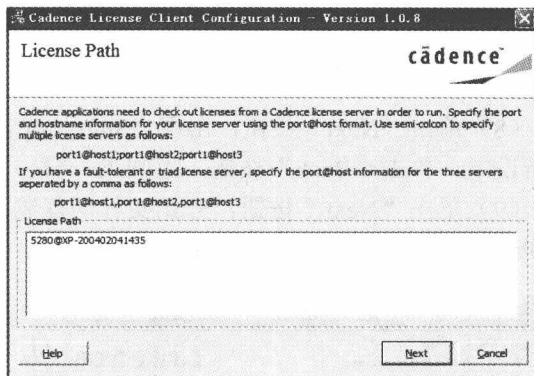

图 1.2.17 “License Path” 窗口
(13) 出现 “License Path” 窗口, 请从 License 服务器上获取需要认证使用的信息, 并将其导入 “License Path” 的空白方框内, 如图 1.2.17 所示。